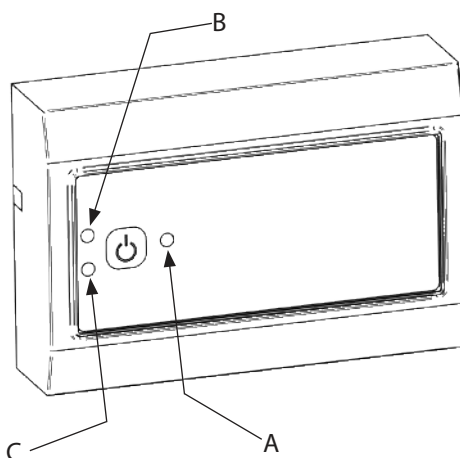

Fig.10
- Tryk på ON/OFF-knappen (fig.10-A).
- Funktions-dioden (fig. 10-B) vil blinke GRØNT indtil korrekt aftræk bekræftes, hvis dioden blinker GULT skal spjældet åbnes. Derefter skifter funktions-dioden til konstant GRØN og ildstedet kan tændes.
### Funktions-diode (Fig. 10-B)
### Alarm diode (Fig. 10-C)
Hvis alarm-dioden (fig. 10-C) tænder under drift, så tryk på ON/OFF-knappen to gange for at stoppe røgsugerens og genstarte styringen. Hvis alarm-dioden stadig lyser efter nulstilling, se venligst afsnittet "Fejlfinding" for hjælp.
Tryk på ON/OFF-knappen (fig. 10-A) i minimum 4 sekunder vil forøge røgsugerens hastighed under drift. Den forøgede hastighed vil blive annulleret, når styringen slukkes.